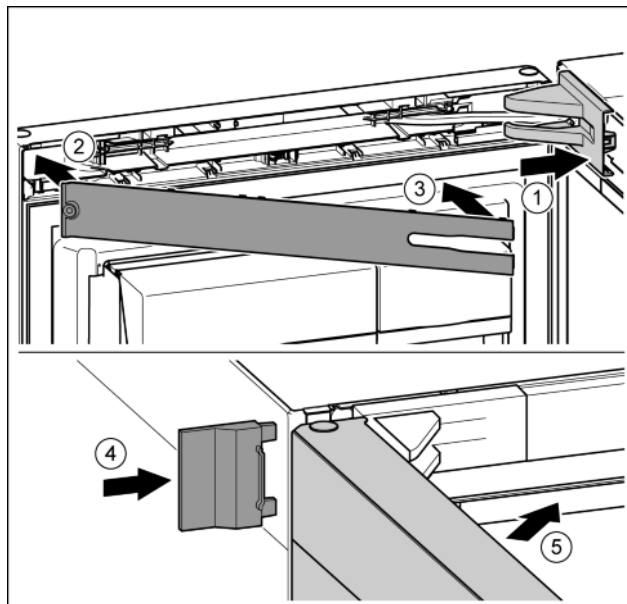

Fig. 41
- ▶ Założyć osłonę płytki zawiasu i zazębnić, ew. ostrożnie odsunąć. Fig. 41 (1)
- ▶ Założyć zaślepkę. Fig. 41 (2)
- ▶ Przechylić i zazębnić zaślepkę. Fig. 41 (3)
- ▶ Wsunąć zewnętrzną osłonę. Fig. 41 (4)
- ▶ Zamknąć górne drzwi. Fig. 41 (5)